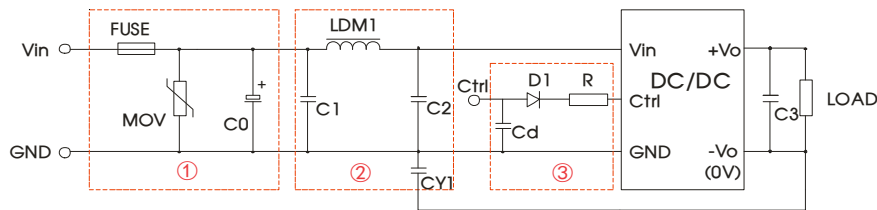

图 3
- ①图 3 中第①部分用于 EMS 测试；第②部分用于 EMI 滤波，可依据需求选择；
② $V_C$  为 Ctrl 端相对于输入地 GND 的电压， $V_D$  为 D1 的正向导通压降， $I_C$  为流入 Ctrl 端的电流，一般取 5-10mA，Ctrl 端外围电路如图 3-③；
③若图中元器件无附其参数说明，则此型号外围中不需要这个元器件。